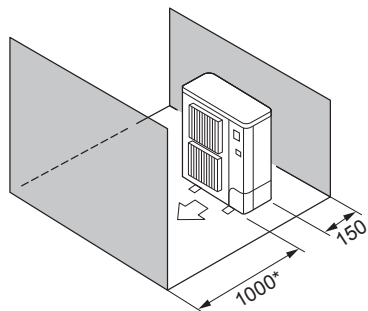

Fig. 2-7
- ⑤ Окружающие предметы - только спереди и сзади (Fig. 2-7)